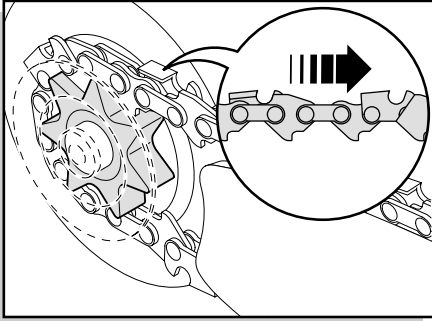

fig. 3
- Inserire la catena nel pignone con i taglienti rivolti in avanti (verso la punta della barra). Far entrare le maglie motrici nei denti del pignone (fig. 3).